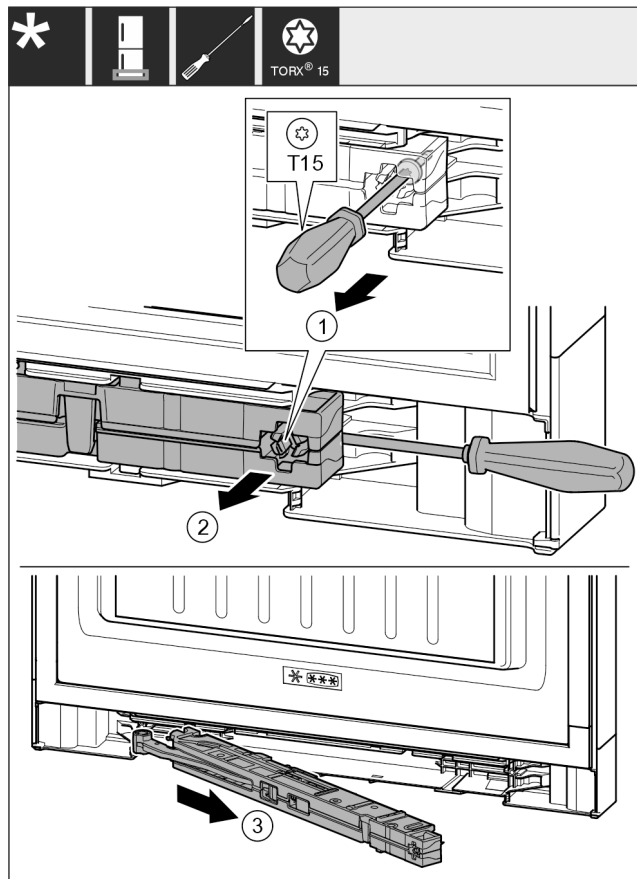

Fig. 20
- ▶ Allentare la vite Fig. 20 (1) sull'unità ammortizzatore di chiusura di 14 mm.
- ▶ Estrarre l'unità ammortizzatore di chiusura Fig. 20 (2) dal lato della maniglia facendo leva in avanti con un cacciavite.
- ▶ Estrarre l'unità ammortizzatore di chiusura Fig. 20 (3).